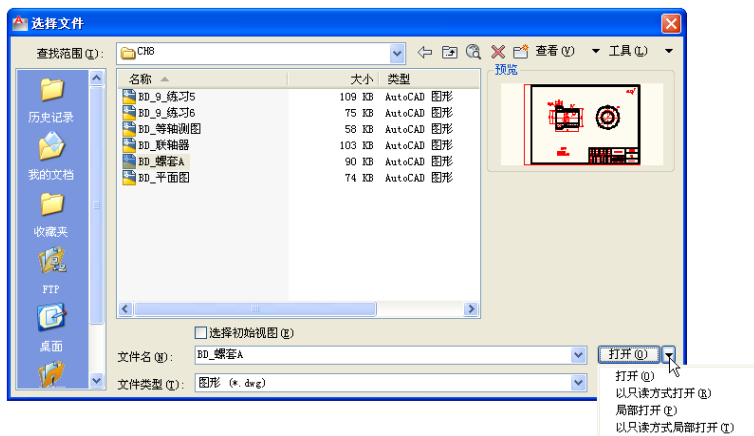

图 1-30 “选择文件”对话框
(1) 在工具栏中单击“打开”按钮，或者在菜单栏中选择“文件”→“打开”命令，弹出“选择文件”对话框，如图1-30所示。
(2) 通过查找范围选择要打开的文件，单击“打开”按钮即可。